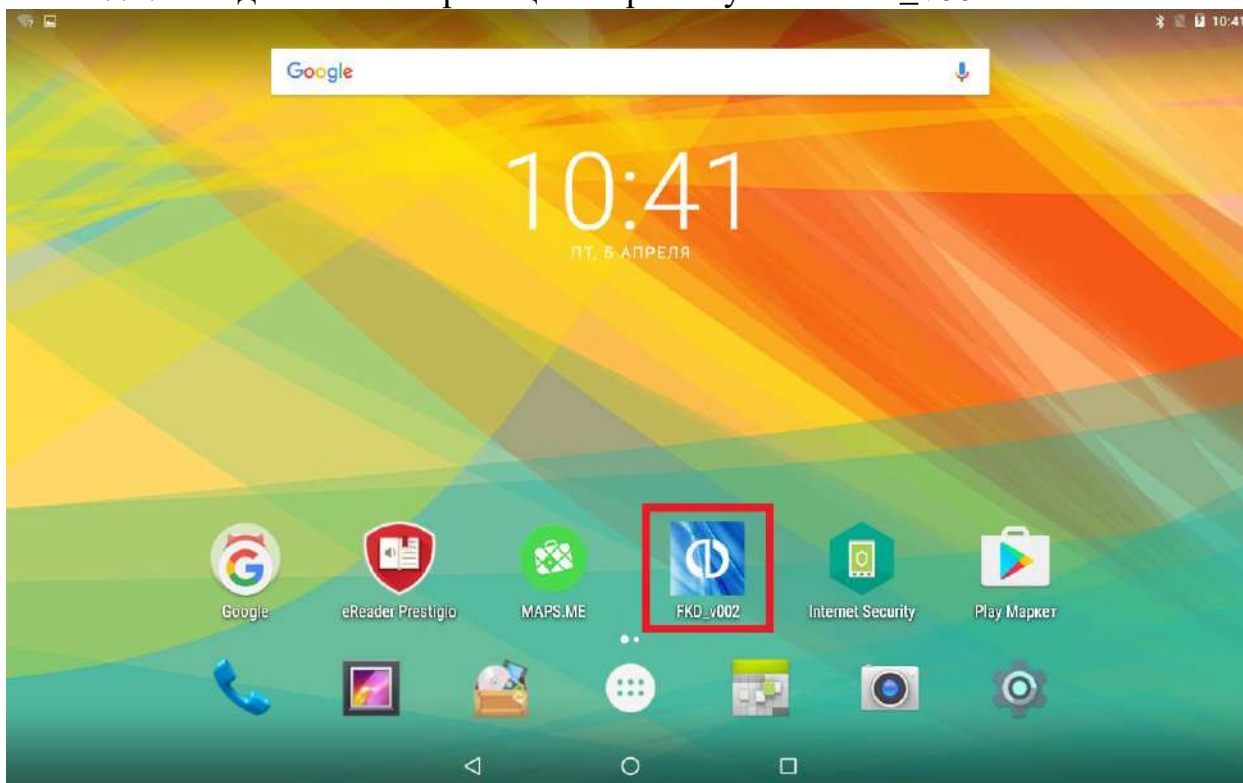

Рисунок 7.2.1 Домашняя страница
7.3.5 На планшете открыть приложение «FKD_v002» (Рисунок 7.2.1).